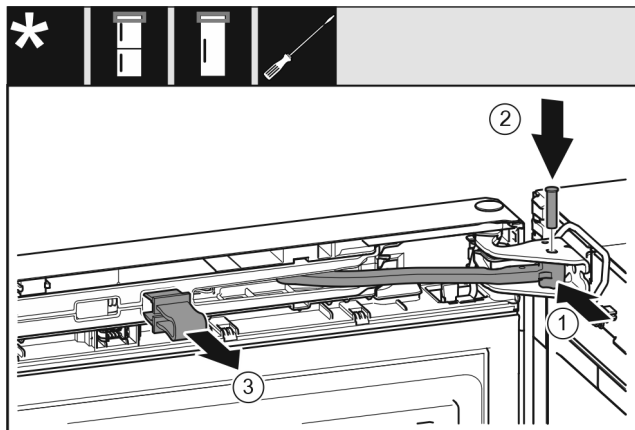

Fig. 30
- ▶ Forgassa a csapágybakba a csuklót Fig. 30 (1).
- ▶ Helyezze be a csapszeget Fig. 30 (2) a csapágybakba és a csuklóba. Közben ügyeljen arra, hogy a reteszelő bütyök megfelelően illeszkedjen a horonyba.
- ▶ Vegye le a biztosítékot Fig. 30 (3).